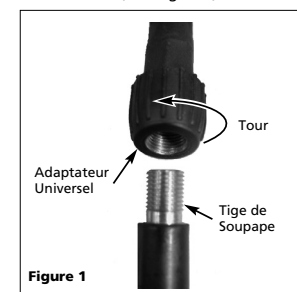

Figure 1
- Tourner l'adaptateur sur la tige de soupape dans le sens horaire jusqu'à ce que l'on obtient la bonne connexion (Voir Figure 1).
2. Gire o adaptador na haste da válvula em sentido horário até obter uma boa conexão (Veja a Fig. 1).